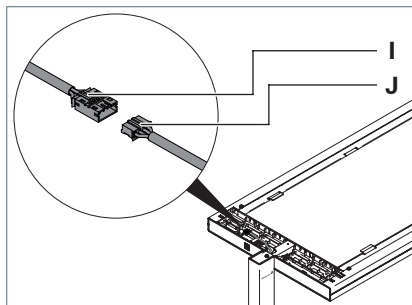

Fig. 4 : Brancher la tête du luminaire, partie 1.
- Brancher le connecteur femelle **J** avec le connecteur mâle **I** dans la tête du luminaire, voir Fig. 4.